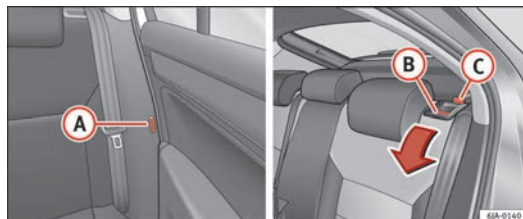

Fig. 74 Desbloqueio do encosto
- Introduza a lingueta do cinto de segurança no orifício (A) ⇒ Fig. 74 situado no lado correspondente do veículo – posição de segurança.
- Pressionando o botão de bloqueio (B) desbloqueie o encosto e rebata-o para a frente.